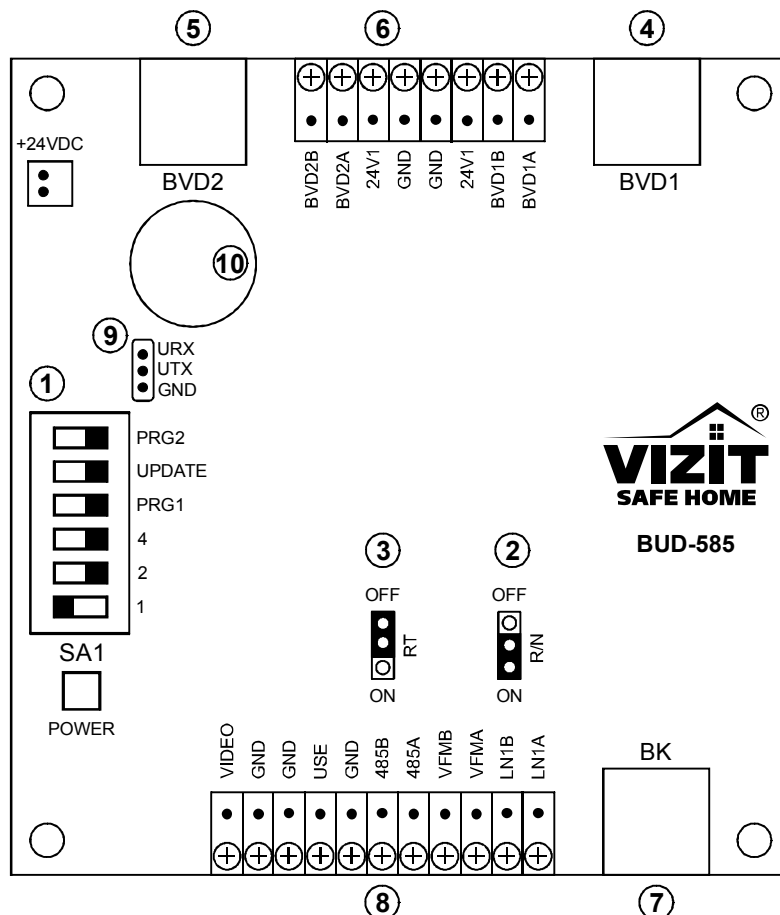

Рисунок 5 - Расположение, назначение клемм и переключек блока
1. На переключателе **SA1** платы (см. рис. 5) установить номер блока управления, по которому он будет работать в системе. Адресом может быть номер 1 или 2, и задается установкой соответствующих разрядов переключателя **SA1** в положение **ON**. Для установки адреса 1 необходимо установить в положение **ON** разряд «1». Остальные разряды должны оставаться в положении **OFF**. При использовании в системе двух блоков управления БУД-585 их номера должны быть разными.